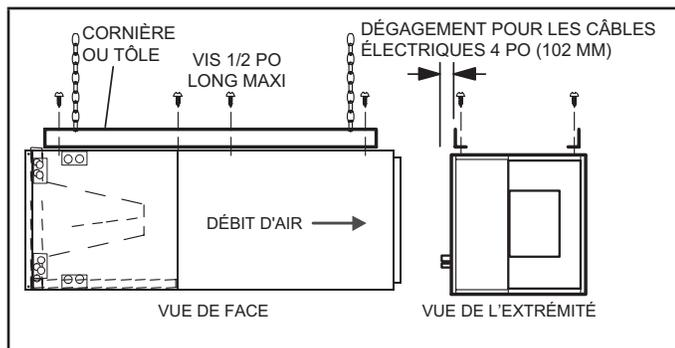

FIGURE 3. Suspension d'une unité horizontale
- 5 - Si l'unité est suspendue, elle doit être supportée sur toute sa longueur. Lorsqu'une chaîne ou une bande métallique est utilisée, fixez un morceau de cornière ou de tôle sur l'unité (au-dessus ou en dessous) de manière à ce que toute la longueur de l'unité soit supportée. Utilisez des vis de 1/2 po de long maximum de manière à ne pas endommager le serpentin ou le filtre. Voir Figure 3. Connectez les plenums d'alimentation et de retour d'air l'aide de vis à tôle.
- 12 - Si l'unité est suspendue, elle doit être supportée sur toute sa longueur. Lorsqu'une chaîne ou une bande métallique est utilisée, fixer un morceau de cornière ou de tôle sur l'unité (au-dessus ou en dessous) de manière à ce que toute la longueur de l'unité soit supportée. Utilisez des vis de 1/2 po de long maximum de manière à ne pas endommager le serpentin ou le filtre comme illustré à la figure 3. Connectez les plenums d'alimentation et de retour d'air à l'aide de vis à tôle.